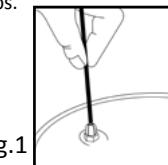
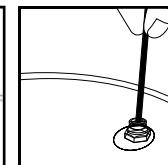

Fig.1
Fig.2
1 - CHEMINÉE (12): Retirez la soupape tournante (11) du couvercle et vérifiez, par l'intérieur du couvercle, que l'orifice de la cheminée est complètement propre. Si ce n'est pas le cas, nettoyez-le avec une tige fine. (Fig.1)
2 - SOUPAPE DE SÉCURITÉ (13) : Vérifiez qu'elle fonctionne correctement en pressant le boulon de la soupape avec une tige, par l'intérieur du couvercle. S'il cède, la soupape fonctionne bien. (Fig.2)
Pour laver le couvercle, nettoyer l'orifice de la cheminée avec une tige fine (Fig.1) et la soupape de sécurité en pressant le boulon avec une tige (Fig.2). Appliquer ensuite un fort jet d'eau.
Voir si la cheminée est sale. Si c'est le cas, la nettoyer avec une tige (Fig.1).